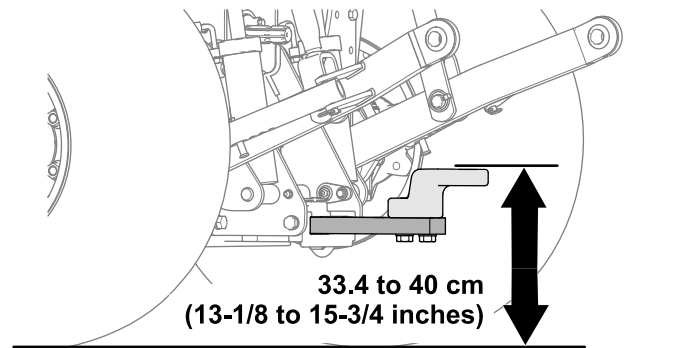

Bild 21
- Arbeitshöhe: 33,4 bis 40 cm; siehe **Bild 21**.